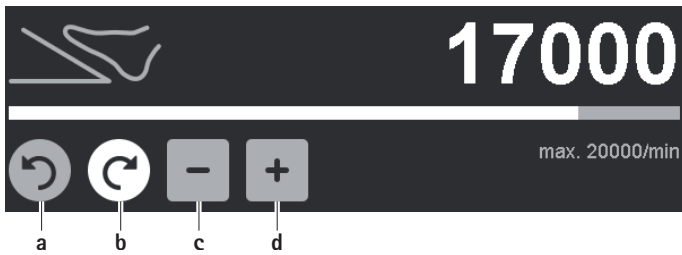

Fig. 6 Modificarea valorii limită superioare a intervalului de turație/turației
- ▶ Modificarea sensului de rotație (în afară de mașina de găurit GA844): Acționați tasta inactivă, gri, a sensului de rotație **a/b**, vezi Fig. 6. Sensul de rotație se schimbă de la rotație spre dreapta la rotație spre stânga și invers.